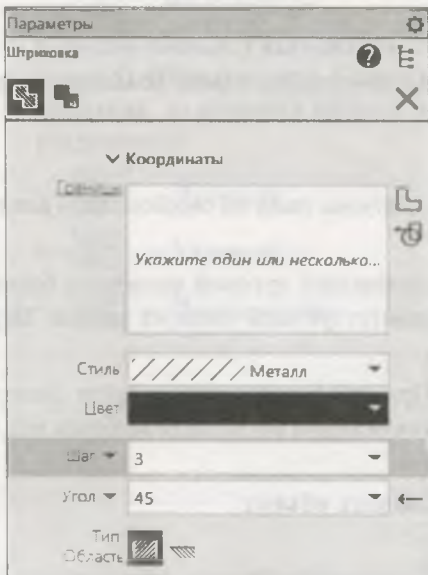

Рис. 7.8. Панель Параметры: Штриховка
- ◆ вызовите команду Штриховка. На панели **Параметры: Штриховка** (рис. 7.8) настройте параметры штриховки: